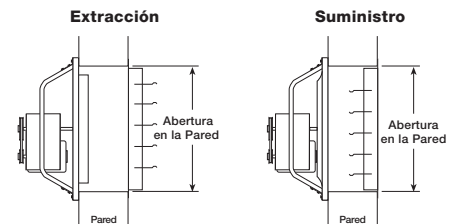

Figura 3 — Instalación directa en la pared
3. La Figura 3 muestra la abertura en la pared recomendada para instalaciones directas en la pared.